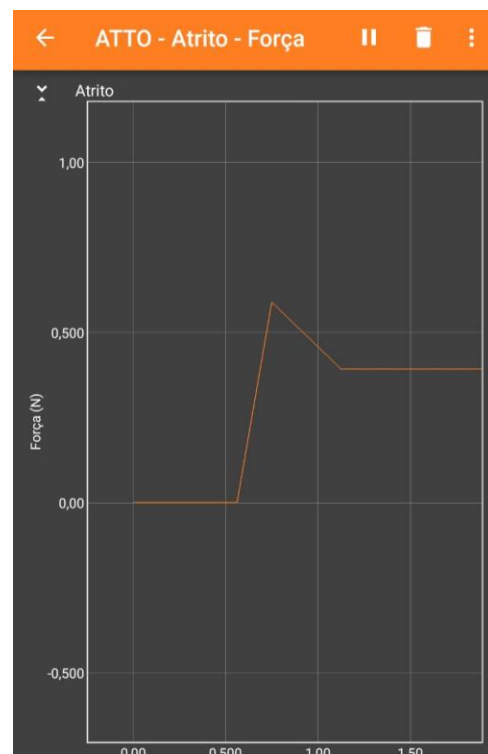

Figura 10 - Gráfico do experimento na prática
Após estar com o experimento todo posicionado agora é hora de começar a coletar os dados: Já com o phyphox iniciado e pronto para receber os valores do experimento, o aluno poderá apertar o “Botão Liga/Desl.” E logo em seguida o carrinho irá começar a se mover para frente, fazendo com que a linha comece a esticar, e se a força na direção que o carrinho está percorrendo for maior que a força de atrito do bloco com a base, o atrito estático máximo será vencido e o bloco de atrito irá começar a se deslocar. Após o bloco de atrito tiver se movido o aluno poderá apertar novamente no “Botão Liga/Desl” para desligar o carrinho. E para encerrar o experimento vai ser possível visualizar no phyphox um gráfico se formando da força (N) pelo tempo (s) conforme visto na Figura 10.